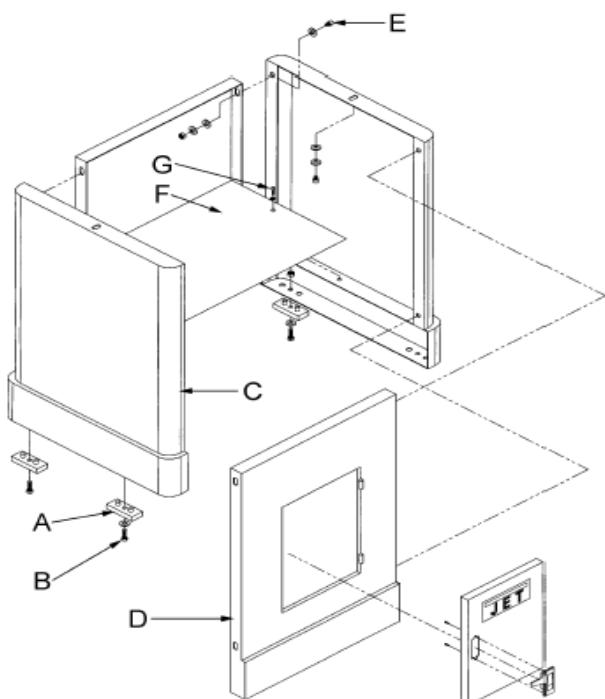

Fig 1
Montieren Sie die vier Gummifüße (A, Fig 1) auf die Untersatzseitenteile mittels der gemeinsam verpackten 4 Schrauben, 4 Scheiben und 4 Sechskantmuttern.
Verbinden Sie die Seitenteile (C, Fig 1) mit dem Frontblech (D) mittels 4 Sechskantschrauben, 8 Scheiben, 4 Federscheiben und 4 Sechskantmuttern (E).